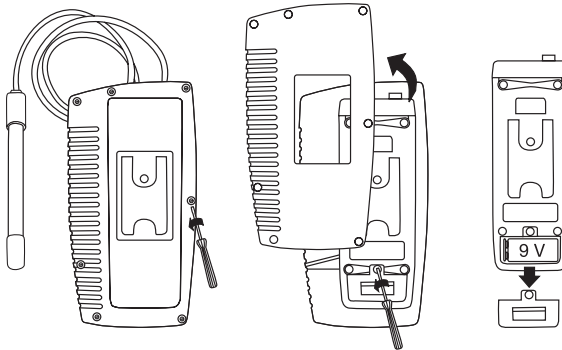

Abbildung 3
2. Vor dem Batteriewechsel ist die Schutzarmierung zu entfernen. Zum Austausch der Batterie den Batteriefachdeckel an der Rückseite des Gerätes lösen (Abbildung 3).